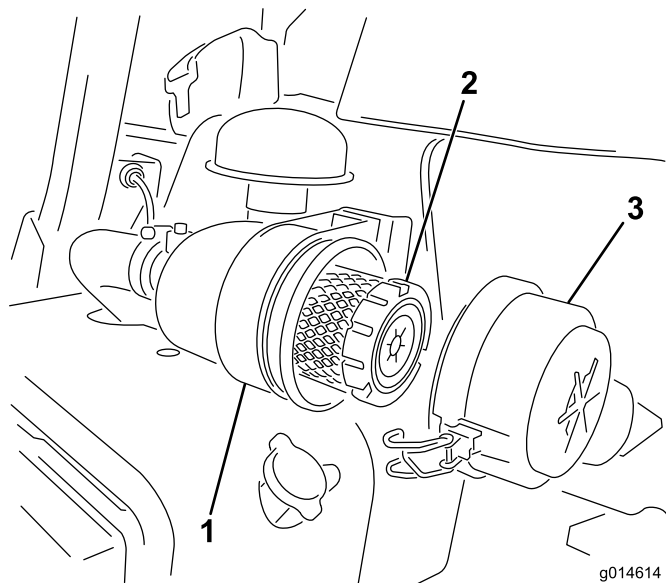

図 42
1. エアクリーナのカバーをボディーに固定しているラッチを外す(図 42)。
6. ラッチをしっかりと掛ける (図 42)。